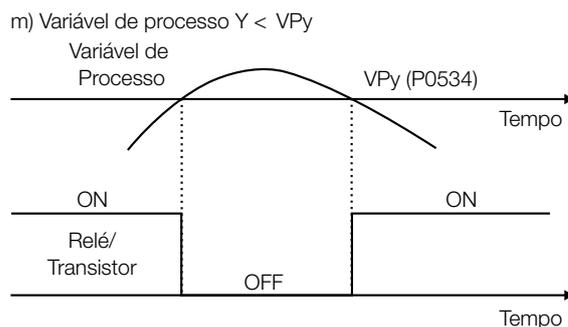

Figura 5.37 – (a) a (m) - Detalhes sobre o funcionamento das funções das saídas digitais
- Consulte a Tabela 5.42 na página 5-62 e a Figura 5.37 na página 5-64 para mais detalhes referentes às saídas digitais e a relés.